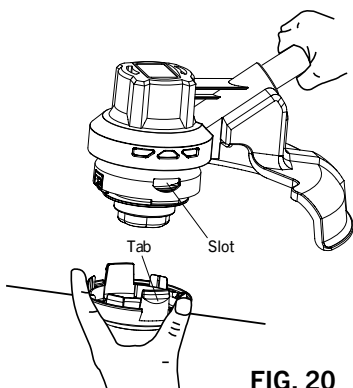

FIG. 20
10. Avec la base de la bobine orientée vers le bas, alignez les fentes du dispositif de retenue de la bobine avec les languettes de la base de la bobine et appuyez uniformément sur le support jusqu'à ce qu'il s'enclenche (FIG. 20).